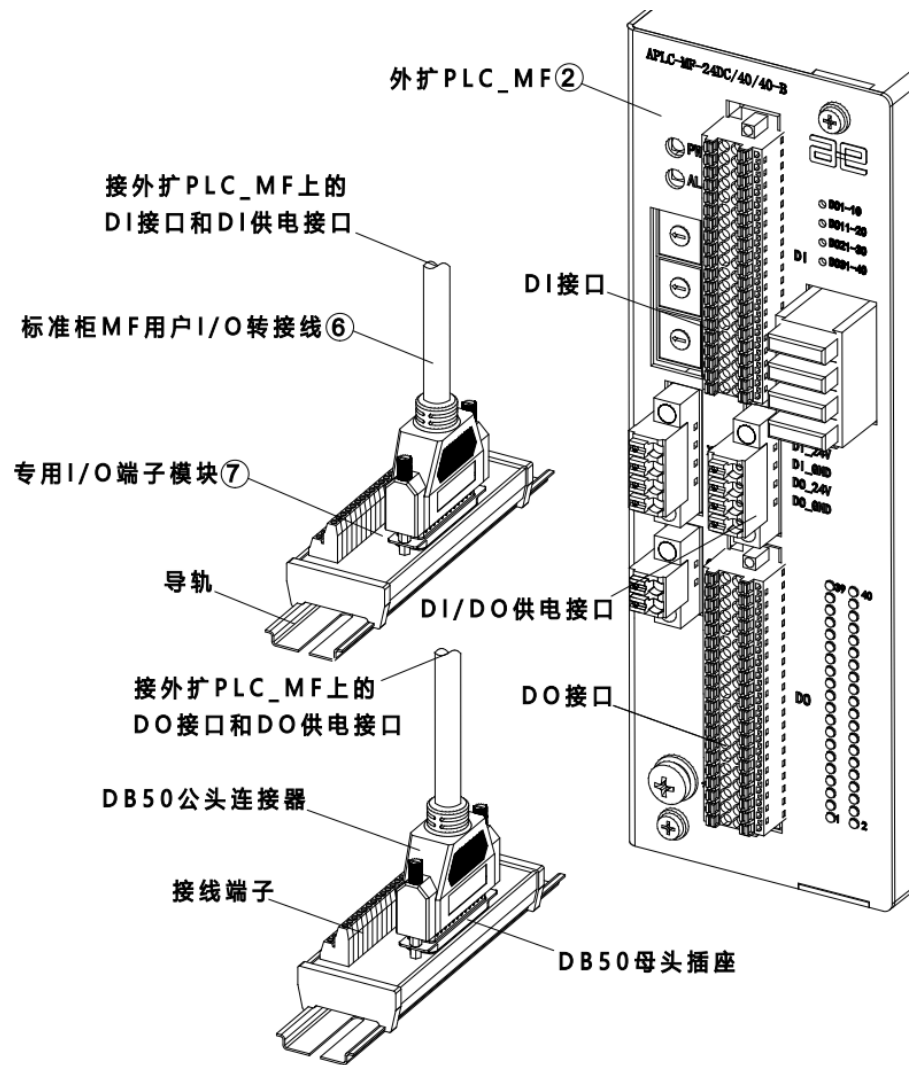

图 20-2 连接用户 I/O 端子示意图
步骤3. 将两根⑥ 标准柜 MF 用户 I/O 转接线的一端分别接在② 外扩 PLC\_MF 上的 DI 接口和 DO 接口上，另一端接在⑦ 用户 I/O 端子模块上，参考图 20-2。PLC\_MF 波特率设置参考表 19-14。